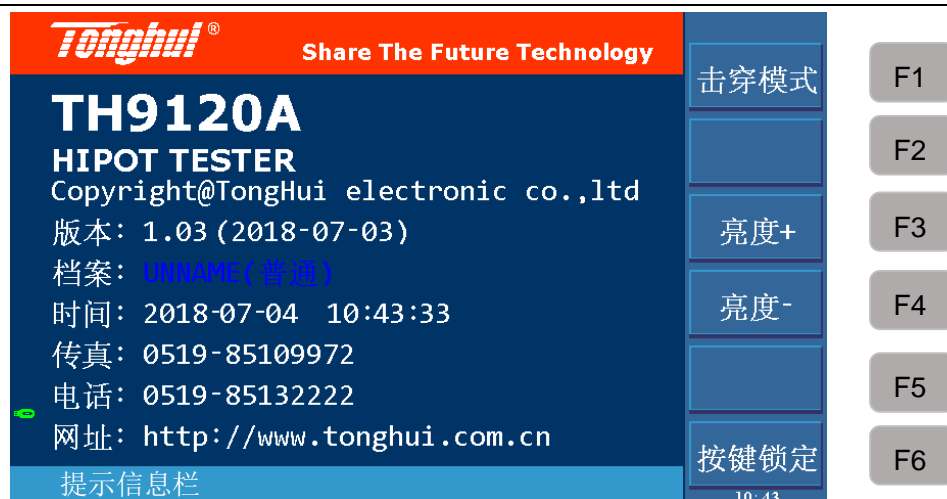

图 4-7 键锁及密码界面
- a) 在非 TEST (测量) 页面，即 SYSTEM 或 SETUP 界面，按【STOP】键进入图 4-7 所示界面。